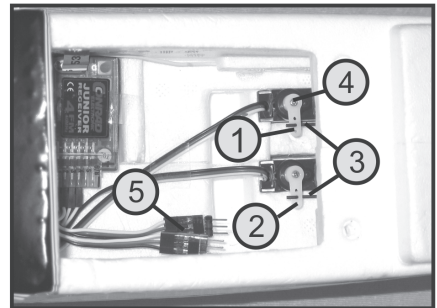

Bild 6
- Am Empfänger befinden sich zwei Anschlusskabel (1) mit 3poligen Steckern (siehe auch Bild 6, Pos 5), die mit den Steckern der Querruder-Servos (2) verbunden werden müssen.